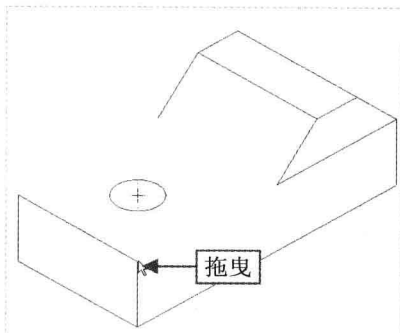

图 2-44 拖曳鼠标
Step 03 在绘图区中的左上方端点处单击鼠标左键，确定平行四边形第一点，向左下方拖曳鼠标，如图 2-44 所示。